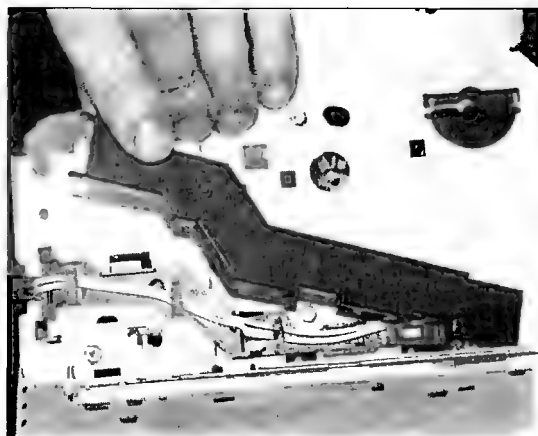

Рис. 5.19
14. Снимают крышку, закрывающую провода узла печки (рис. 5.19). Крышка расположена справа и крепится на двух защелках впереди.